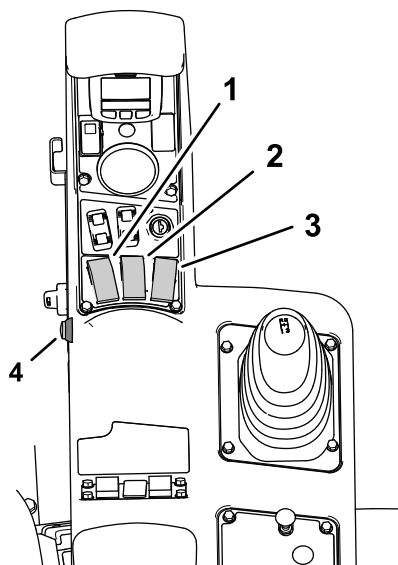
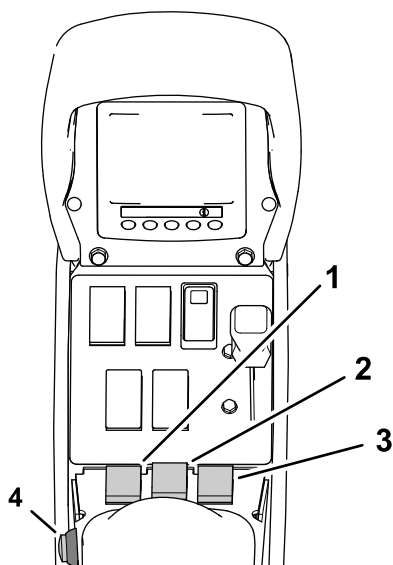

Figure 154
Figure 155
1. Réglez les 3 interrupteurs de section (situés dans la console de commande de la machine) à la position ACTIVÉE (Figure 154 et Figure 155).
- Appuyez sur la commande générale des sections sur la machine (Figure 154 ou Figure 155).